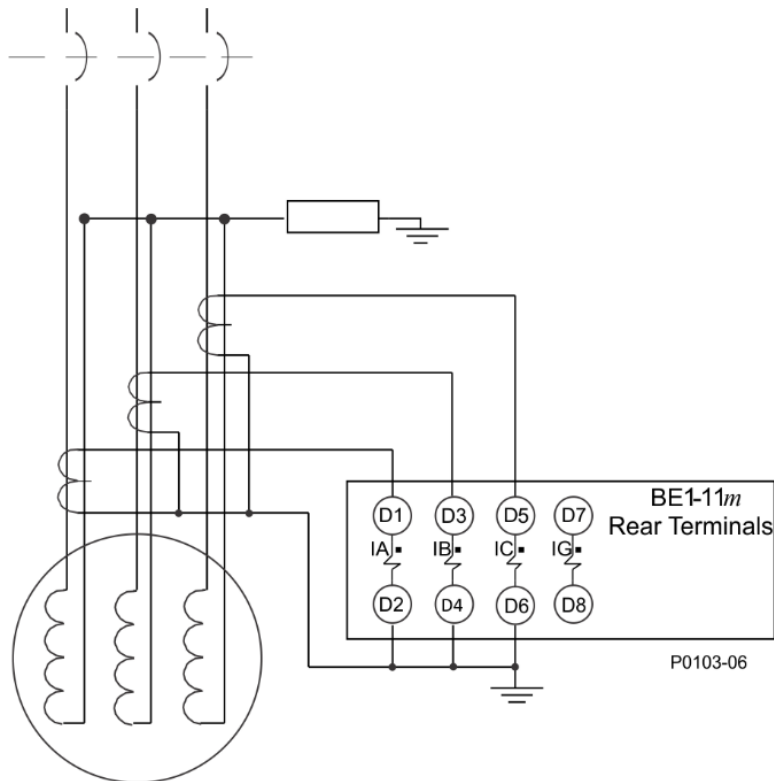

**Figura 15-3. Cuadro de funcionamiento del diferencial de corriente de fase**
Los ajustes operativos del elemento diferencial de corriente de fase se configuran en la pantalla de ajustes Diferencial de corriente de fase (87) (Figura 15-2), en BESTCOMSPPlus. Se muestra una leyenda para el gráfico (Figura 15-3) al hacer clic en el botón Ayuda en la pantalla.